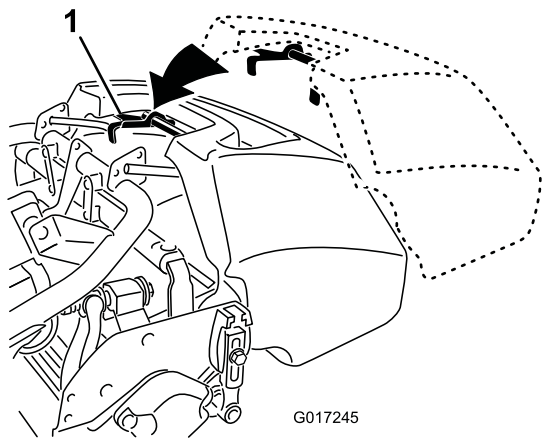

图19
1. 抓住集草斗的手柄（图19）。
2. 将集草斗凸缘放入滚刀组侧板之间，前滚筒之上（图19）。
3. 将集草斗钩安装到环形机架上（图19）。